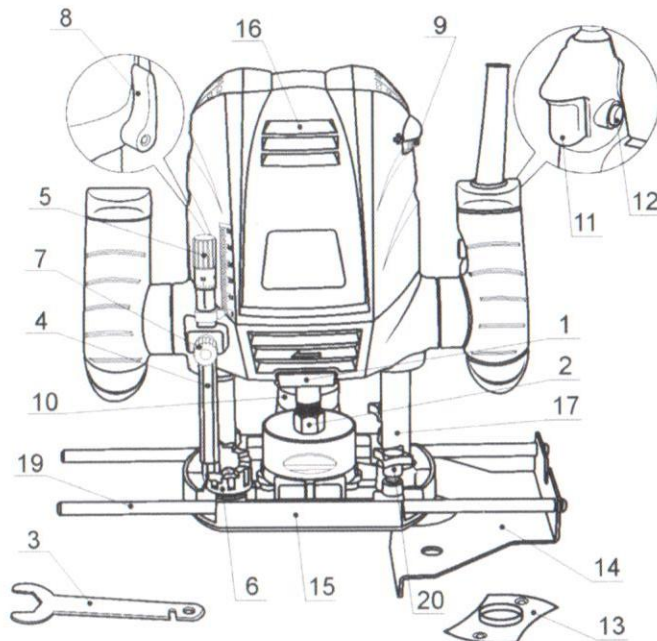

Рис. 1
- Заблокируйте вращение шпинделя цапги, нажав кнопку блокировки (1)(См. Рис.1; 2), расположенную сбоку от цапги.
- С помощью гаечного ключа (21), ослабьте гайку-фиксатор цапги.
- Цапга находится внутри гайки (2)(См. Рис.1; 2).
- Удерживая блокиратор шпинделя, крепко затяните гайку (2).
- **Для включения фрезера:** вначале нажмите клавишу блокировку пуска (12)(См. Рис.1), расположенную на боковой рукоятке.
- При нажатой кнопке блокировки, зажмите пусковую клавишу (11)(См. Рис.1).
- Регулятор управления частотой вращения (9)(См. Рис.1) применяется, чтобы установить требуемую скорость вращения режущей фрезы.
- Перед началом эксплуатации всегда проверяйте, что корпус фрезера автоматически поднимается до верхнего предела, а фреза не выступает из основания корпуса при освобождении рычага фиксации положения фрезера (8)(См. Рис.1).